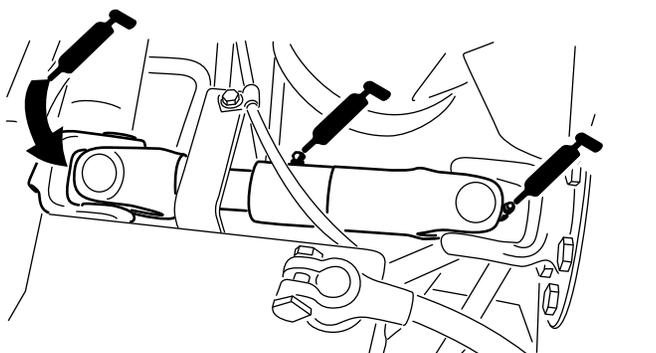

Figure 36
- Joint de cardan d'arbre d'entraînement de pompe (3) (Figure 36)